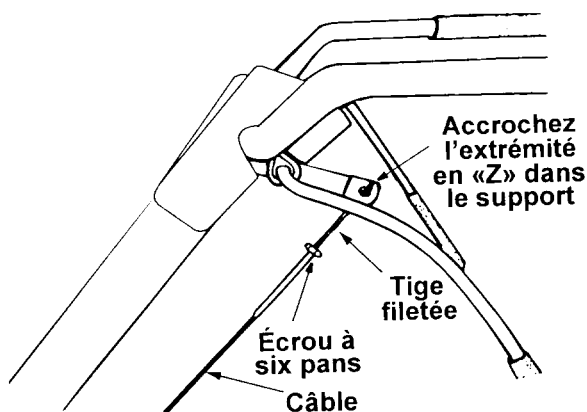
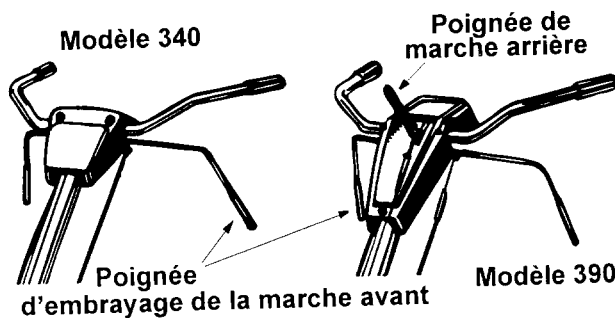

Figure 5 Modèle 340
Figure 7
1. Enlevez le boulon hex. et la rondelle creuse qui se trouvent sur le côté supérieur droit des moitiés du châssis. Le support de guidage du câble, placé sur le côté gauche du châssis, tombe quand le boulon est enlevé. (Voir la Figure 5.)
2. Dévissez la tige du reste du câble. Accrochez l'extrémité en «Z» de la tige dans le support, sous le guidon. (Voir la Figure 5.)
3. Placez les deux poignées d'embrayage au point mort (relâchées) (voir la Figure 7), et tirez plusieurs fois sur la corde du démarreur. **Les dents ne doivent pas tourner.** Si elles tournent vers l'avant, desserrez l'écrou à six pans sur le câble de la marche avant (sous le guidon). Voir la Figure 5. Si elles tournent vers l'arrière (sur le modèle 390 seulement), desserrez l'écrou à six pans sur le câble de la marche arrière (au-dessus du guidon). Dévissez la tige du câble de plusieurs tours. Serrez l'écrou à six pans et vérifiez à nouveau le réglage. Voir la Figure 7.
Elle se trouve sous le guidon du motoculteur. (Voir la Figure 7). Pressez la poignée contre le guidon pour embrayer la marche avant. Lâchez-la pour arrêter.
Elle se trouve en avant du panneau du guidon. (Voir la Figure 7). Tirez la poignée vers l'arrière pour faire
2. Vérifiez que la poignée d'embrayage de la marche avant se trouve au point mort (ralâchée). (Voir la Figure 7).